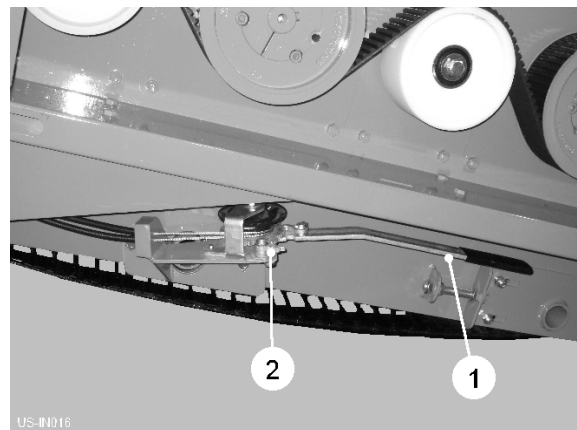

Fig 11
Um die Handbremse anzuwenden, operieren Sie der Hebel (item 1, fig 11) gegen die Ratsche. Um die Handbremse freizulassen, ziehen Sie sich der Hebel aus, um den Ratschenmechanismusfang (item 2, fig 11) zu trennen. Schließlich, schieben Sie den Hebel unter die Maschine für Transport zurück. Hand bremst, Kabellänge (Stück 2, Feige 10) ist zu den Kabelausgleichern entschlossen.